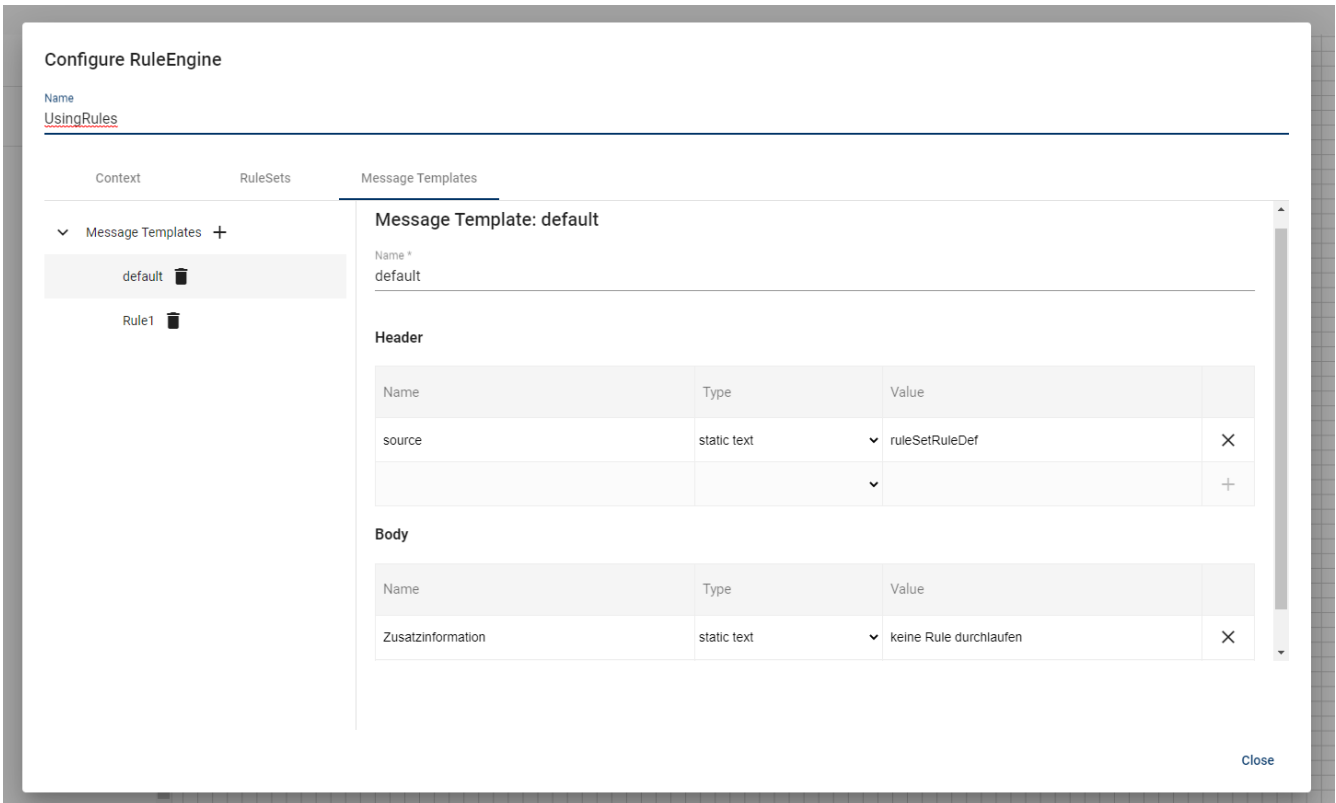

Abbildung 65. Einstellungen in Message Template "default"
- default: Änderung des Inhaltes des Headers von Source mit einer Zeichenfolge und des Inhaltes Zusatzinformation mit einer Zeichenfolge im Body (Abbildung 65)